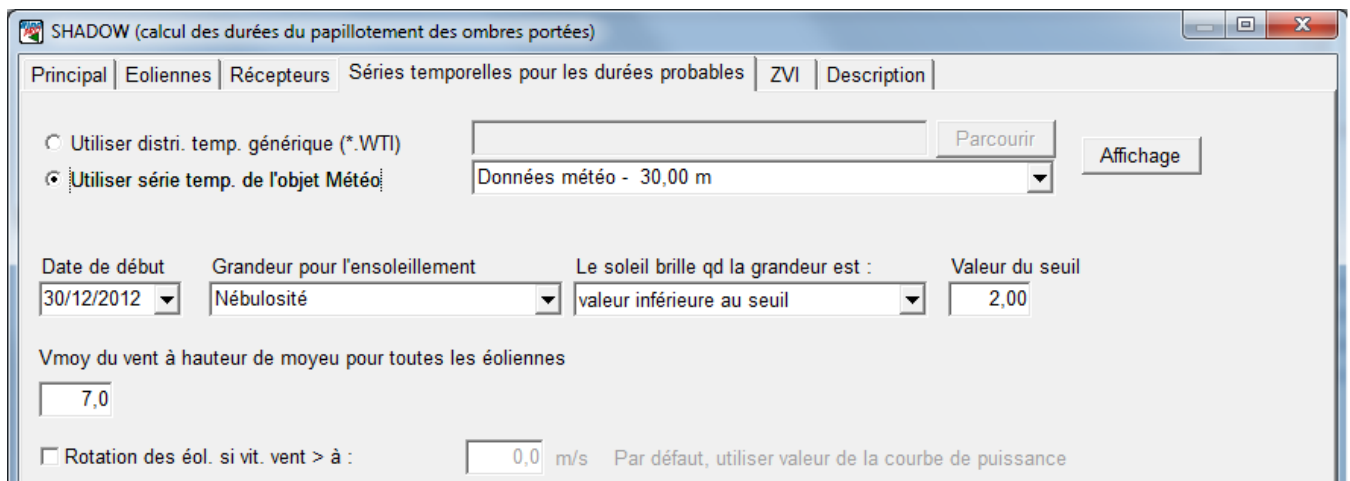

Figure 54
Voir Figure 54.
- *Grandeur pour l'ensoleillement* : parmi les grandeurs disponibles dans le fichier .WTI ou dans l'objet *Météo*, il faut choisir celle qui devra être utilisée pour le calcul. Dans le cas présenté à la Figure 54, c'est la *Nébulosité* qui a été choisie, mais on aurait pu choisir le niveau de la *Radiation solaire* ou des grandeurs définies par l'utilisateur.
- *Le soleil brille quand la grandeur est* : ici on indique le seuil de la grandeur en-dessous ou au-dessus duquel on considère que le soleil brille. Dans le cas présenté à la Figure 54, on a considéré que le soleil brille si la *Nébulosité* est en-dessous de 2.